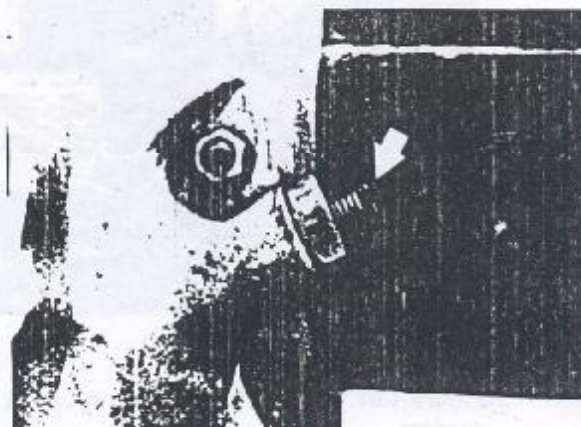

Figura 1.01.14 - Parafusos de ajuste do conjunto tensor
2. Soltar totalmente o parafuso de ajuste do tensor (Figura 1.01.14).